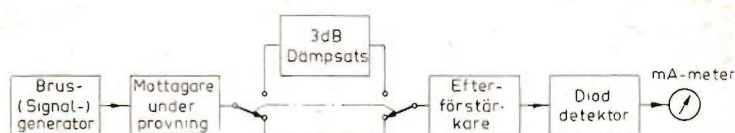

Fig. 9. Uppmätning av brusfaktorn enligt dämpsatsmetoden.
Den metod (9), som ger bästa resultat torde vara att använda en dämpsats på 3 dB i slutet av mottagaren och ställa in generatortorn så, att samma utslag på indikatorn erhålles med dämpsatsen inkopplad och generatortorn tillslagen som med dämpsatsen urkopplad och generatortorn fränslagen. Dämpsatsen efterföljes lämpligen av en förstärkare för att undvika begränsning p.g.a. utstyrning i de sista stegen (jfr fig. 9).